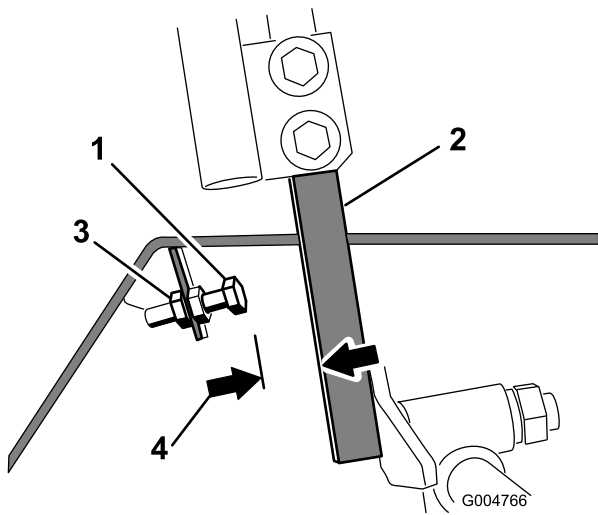

Figure 53
- Desserrez l'écrou de blocage sur le boulon d'arrêt de l'un des leviers de commande (Figure 53).